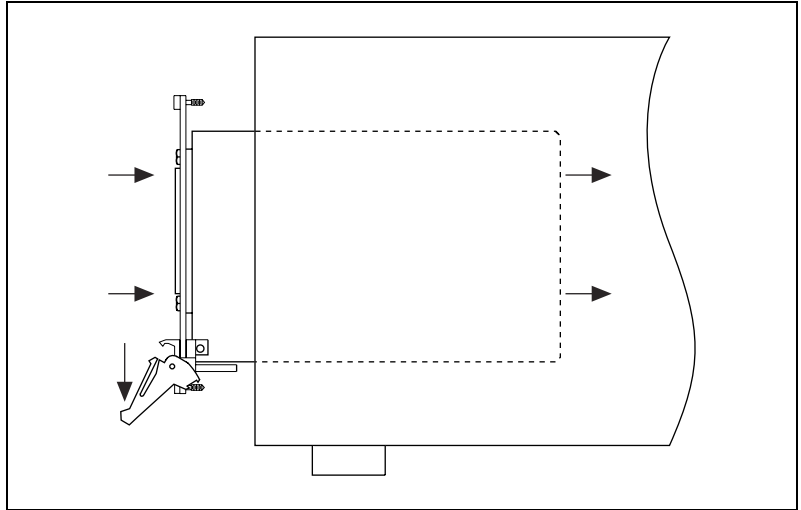

図 2-2 コントローラ挿入時の脱着ハンドルの位置
2. コントローラの先端をコントローラガイド（上部および下部）の前面に置いて、コントローラをシステムコントローラスロット（赤色のカードガイド）に取り付けます。コントローラをシャーシの背面に差し込みます（図 2-2 にあるように、脱着ハンドルが押し下げられていることを確認します）。
トに取り付けます。モジュールをシャーシの背面に差し込み、図 2-2 にあるように、脱着ハンドルが押し下げられていることを確認します。